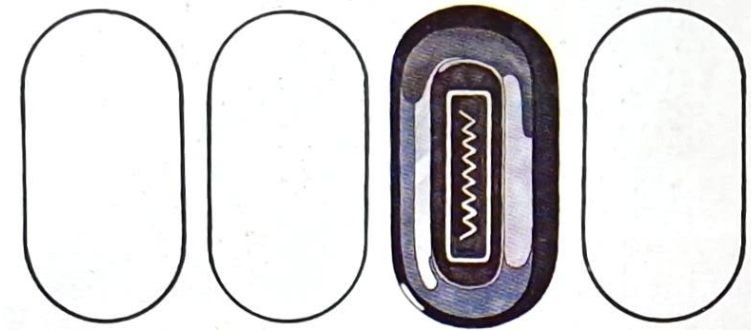

Abb. 21 - Schalter für Heckscheibenbeheizung
**Elektrische Heckscheibenbeheizung (Abb. 21)**